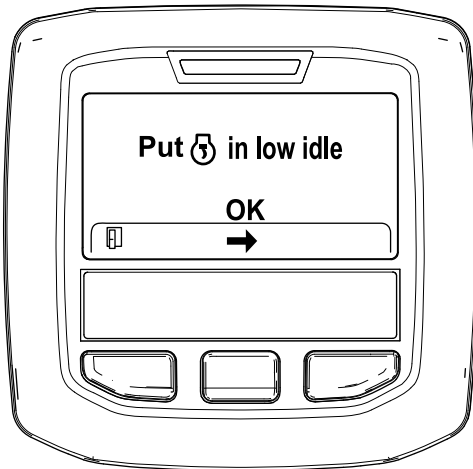

Figura 49
6. Mova o controle da aceleração para RALENTI BAIXO e prima o botão central (Figura 49).